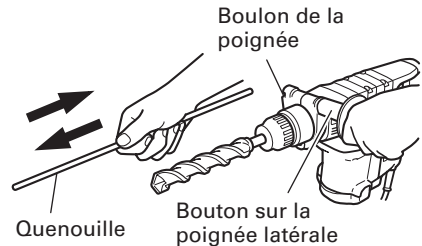

Fig. 12
7. Utilisation de l'arrâtoir (Fig. 12)